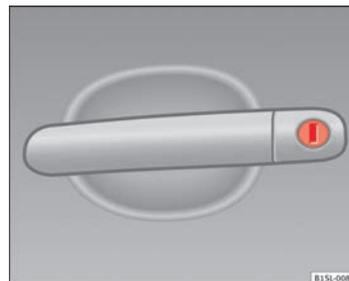

Fig. 127 Manilla de la puerta del conductor con bombín de cierre.
- Introduzca el paletón en el bombín de cierre y desbloquee o bloquee el vehículo ⇒ fig. 127. ■